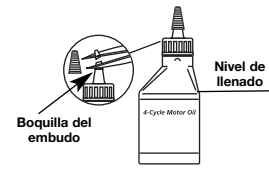

Fig. 6
2. Deslice la manija en J hacia dentro o hacia fuera hasta que la flecha o línea blanca de la calcomanía toque el ensamble de abrazaderas (Fig. 6).